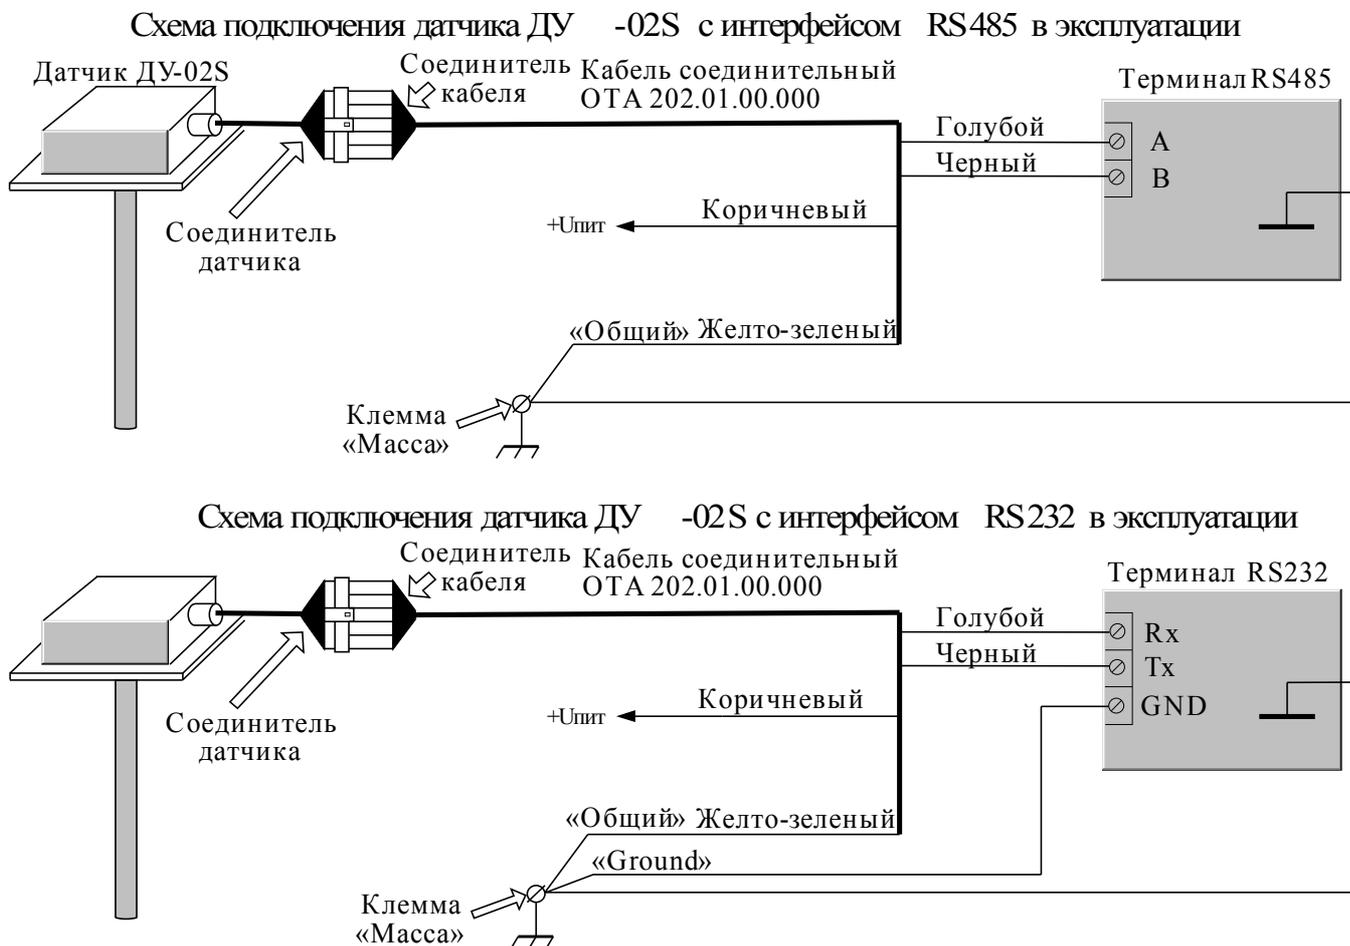

Рис. 3. Схемы подключения датчиков ДУ-02S в режиме штатной работы (при эксплуатации).
4.4.3.2 Подключить цепи соединительного кабеля к терминалу RS485 или RS232, а также к клемме «Масса» как показано на рис.3.
- подключить датчик для работы в штатном режиме в соответствии с п.4.4.3 настоящего Руководства в соответствии со схемой подключения, приведенной на рис. 3.